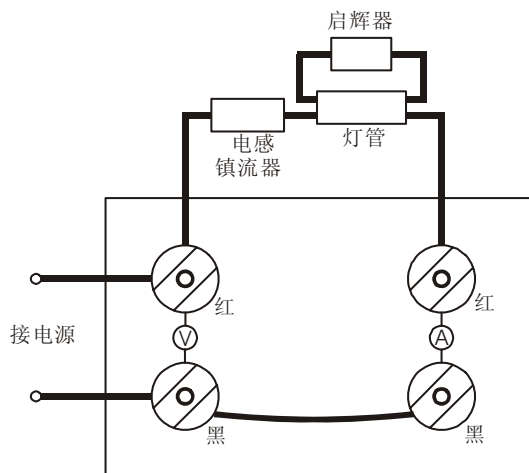

图 11 电感镇流器输入测量接线图
1) 电感镇流器输入测量接线按如图 11 所示，即测量电感镇流器+灯管的整体的参数。